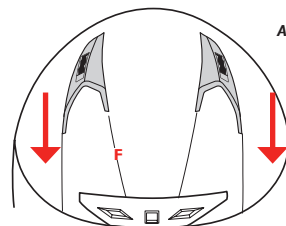

ABBILDUNG 4
BELÜFTUNGSÖFFNUNG VORNE OBEN — F — Abbildung 4/5
- Abbildung 4: Schieben Sie den Schieberegler in die vordere Richtung, so dass die Lüftungsöffnungen vollständig geschlossen sind.